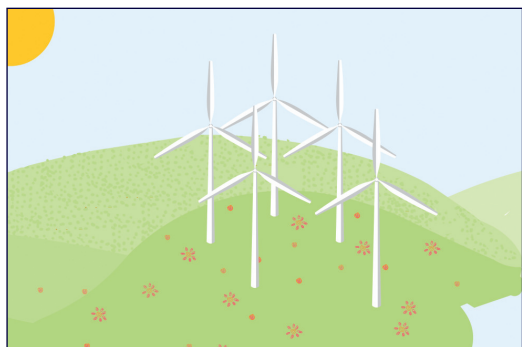

Fig. 4 - Eoliennes
- le schéma des éoliennes, Fig.4